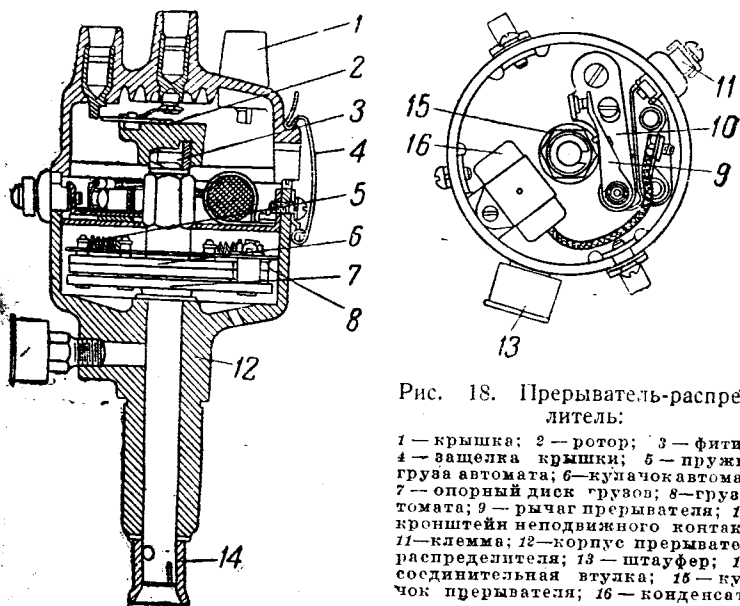

Рис. 18. Прерыватель-распределитель:
Прерыватель-распределитель (рис. 18), расположенный с левой стороны двигателя, приводится во вращение от торца вала масляного насоса при помощи пазового соединения. Направление вращения прерывателя-распределителя—по часовой стрелке (если смотреть со стороны крышки).
3. Завернуть на несколько оборотов фиксирующий винт прерывателя-распределителя, не затягивая его доотказа (рис. 18).